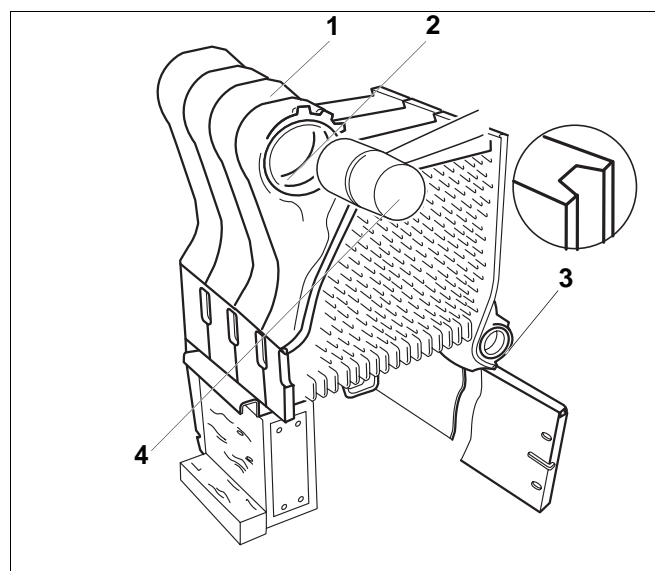
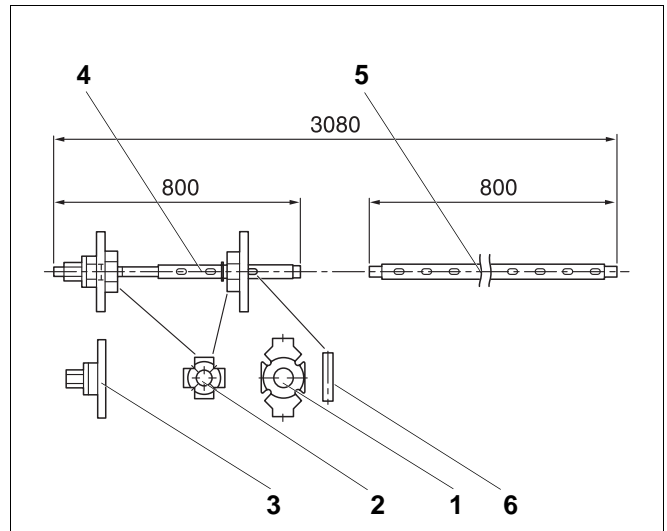

Fig. 13 Monter l'élément intermédiaire
Fig. 14 Barres de serrage taille 2.3
- Poser les éléments intermédiaires (fig. 13, **pos. 1**) avec le moyeu supérieur et inférieur (fig. 13, **pos. 2 et 3**) sur la nipple des éléments d'extrémité.
- Fixer les éléments intermédiaires aux éléments d'extrémité avec un marteau en bois ou en caoutchouc (fig. 13, **pos. 4**).
Utiliser des barres de serrage de taille 2.3 (fig. 14).
- Glisser l'unité de serrage (fig. 14, **pos. 3**) sur la barre de traction (fig. 14, **pos. 4**).
- Glisser une bride spéciale sur la barre de traction du moyeu inférieur (fig. 14, **pos. 2**).
- La barre de traction sans bride spéciale doit être glissée à travers le moyeu supérieur (fig. 13, **pos. 2**) et la barre de tractions avec bride spéciale doit être glissée à travers le moyeu inférieur (fig. 13, **pos. 3**) de la chaudière.
- Glisser la contre-bride (fig. 14, **pos. 1**) sur la barre de traction du moyeu supérieur (fig. 13, **pos. 2**) et la bride spéciale (fig. 14, **pos. 2**) sur la barre de tractions du moyeu inférieur (fig. 13, **pos. 3**). Fixer les brides avec des goupilles (fig. 14, **pos. 6**).